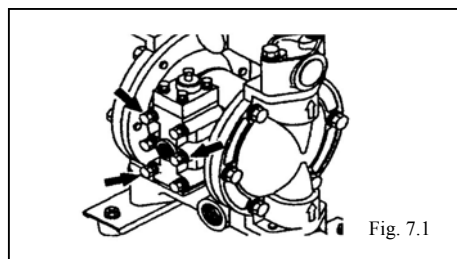

Fig. 7.1
- De 6 bouten aan het luchtschuifhuis losmaken en het huis afnemen. [Fig. 7.1]